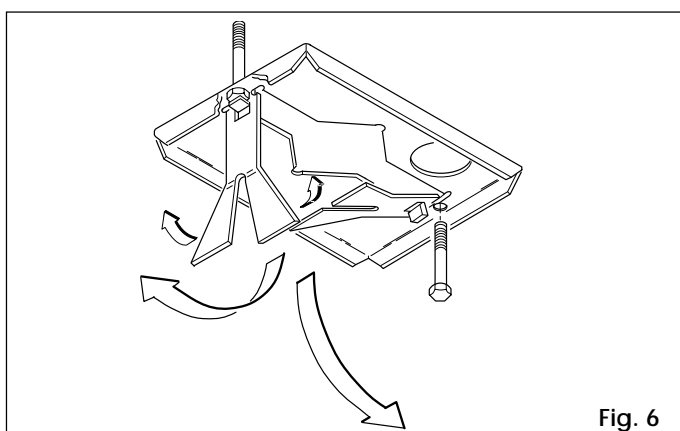

Fig. 6
- 2) Assemblare la piastra di fondazione come da fig. 6.